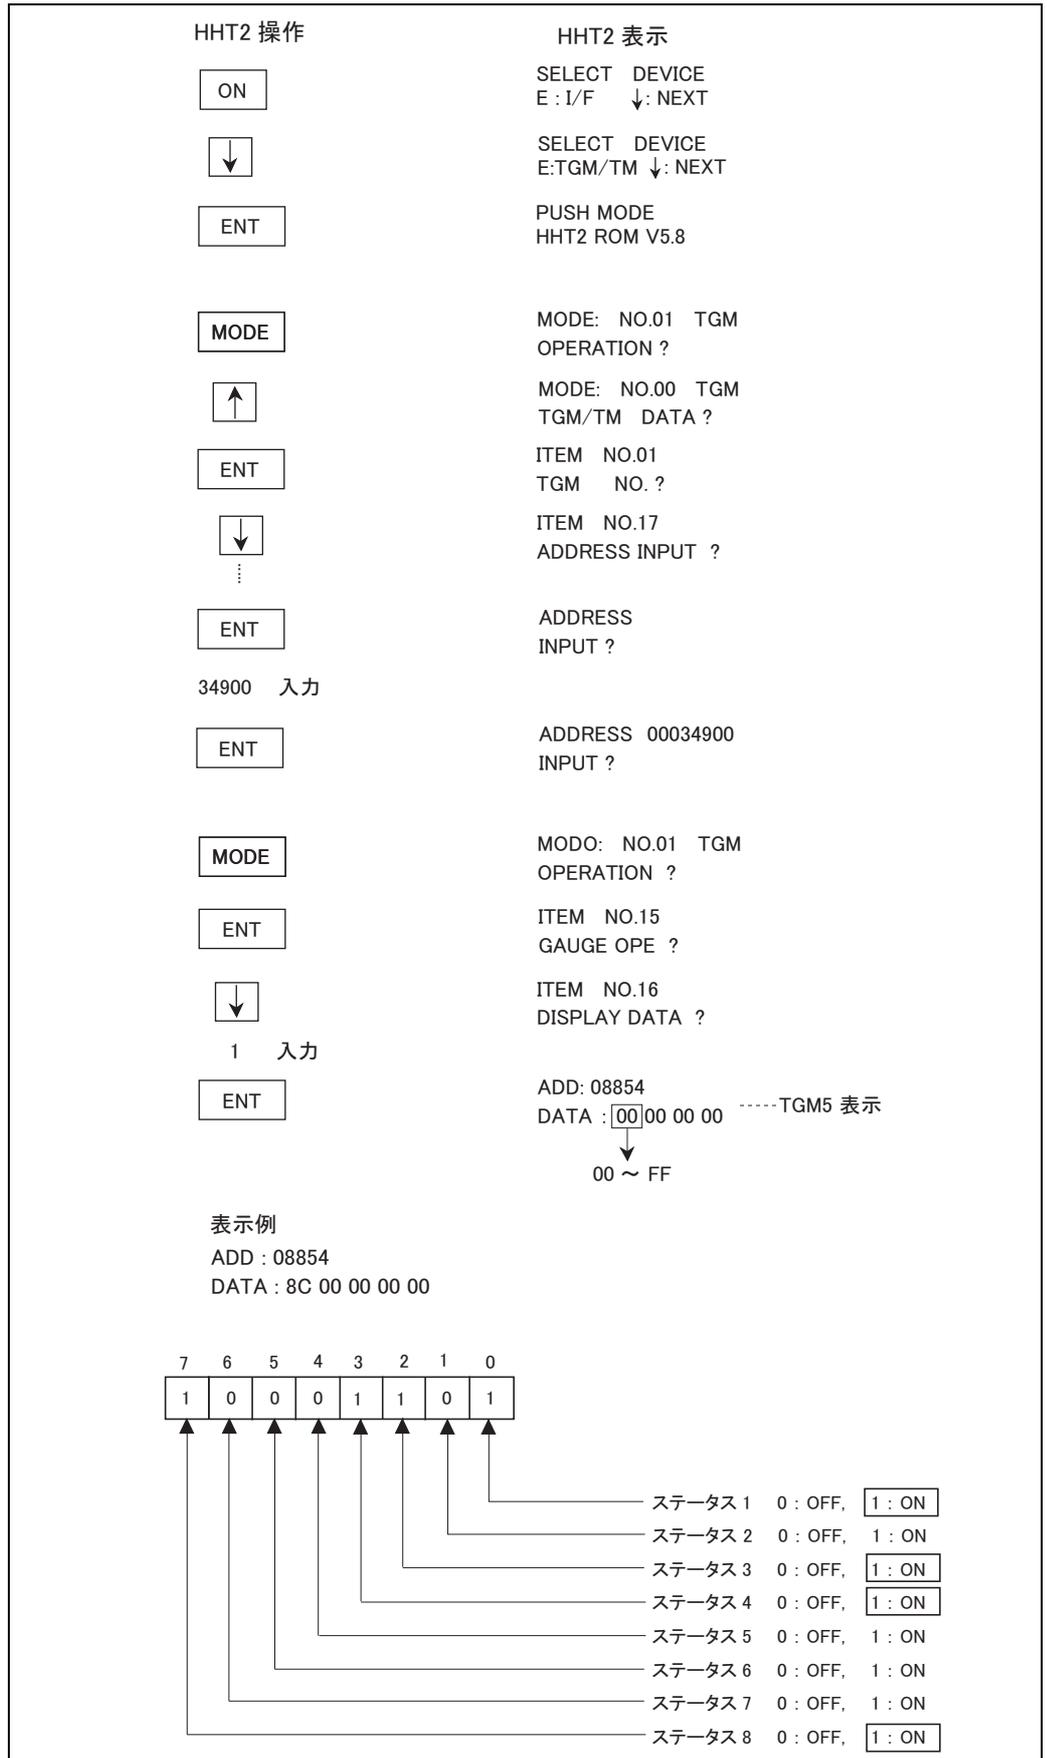

図 4: HHT2 操作図
- MODE : 01 ITEM : 16 で「1」を設定することにより、TGM 表示がアドレスデータを表示します（図 4 : HHT2 操作図参照）。